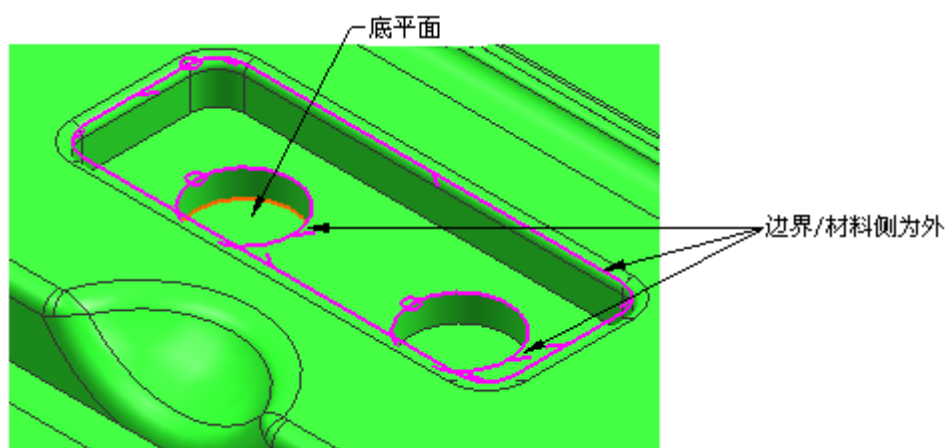

图 9-98
- 在操作对话框中，单击 ，定义如图 9-98 所示的边界和底平面，单击 OK。